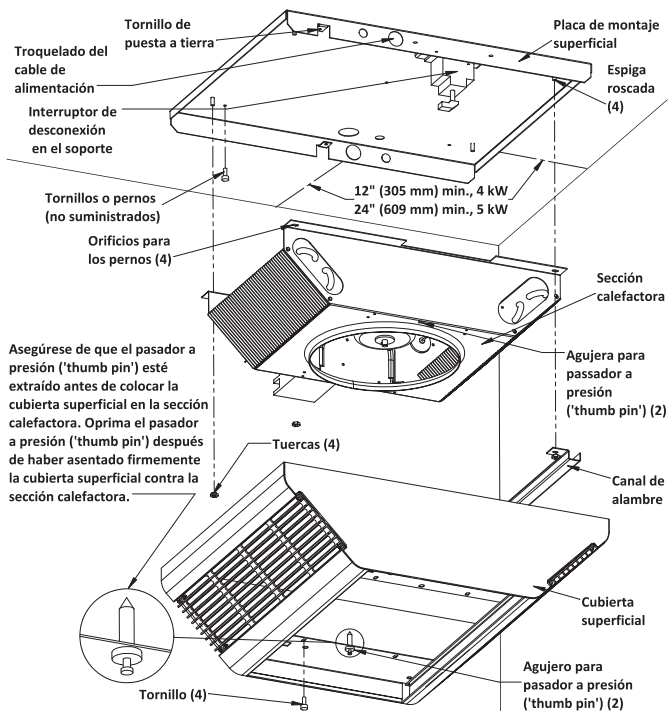

Figura 2
- Posicione la placa de montaje superficial contra el cielorraso y asegúrela con pernos o tornillos (Figura 2). Vea la Advertencia n.º 9. Conecte el cable de puesta a tierra al tornillo verde de tierra de la placa de montaje superficial.
- Posicione la sección calefactora sobre las espigas roscadas de la placa de montaje superficial (Figura 2).
- Empuje la sección del calefactor contra los pernos y coloque dos tuercas (incluidas) en los pernos para sujetar la mitad de la sección del calefactor opuesta a los cables enfundados a la placa de montaje en superficie. Empuje el cablecanal contra los pernos asegurándose de que los cables enfundados queden adentro del cablecanal y coloque dos tuercas (incluidas) en los pernos para sujetar el cablecanal y la otra mitad del calefactor a la placa de montaje en superficie. (Figura 2).
SI NO SE INSTALAN LAS CUATRO TUERCAS DE MONTAJE, EL CALEFACTOR PODRÍA CAER (VEA LA FIGURA 2).
- NOTA:** asegúrese de que el pasador a presión ('thumb pin') de cada extremo de la abertura de la rejilla de descarga esté extraído, para permitir que el cuerpo de estos pasadores encaje en los agujeros de la sección calefactora (Figura 2).
- Instale y apriete firmemente los cuatro tornillos (suministrados) para asegurar la cubierta superficial a la sección calefactora (Figura 2).
SI NO SE INSTALAN LOS CUATRO TORNILLOS, LA CUBIERTA SUPERFICIAL PODRÍA CAER (VEA LA FIGURA 2).